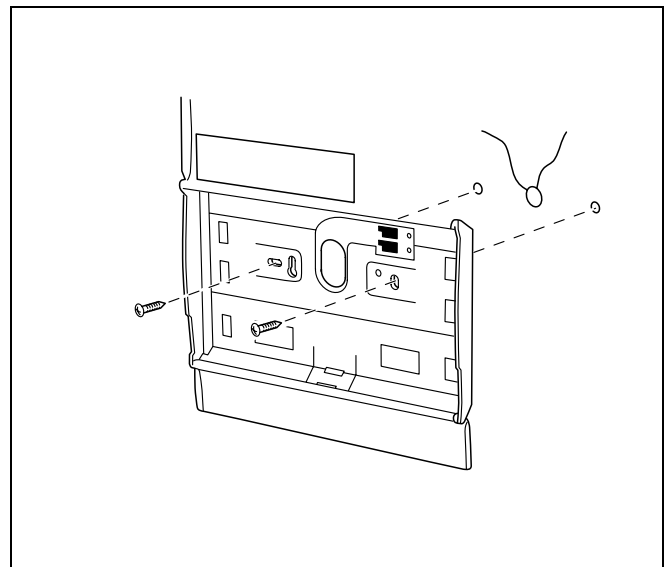

Abb. 7 Befestigung der Montageplatte auf Putz
4. Fertigen Sie die Bohrlöcher unter Verwendung der Montageplatte als Schablone und setzen Sie die mitgelieferten Dübel ein (Abb. 7).
6. Befestigen Sie die Montageplatte mit den beiliegenden Schrauben (Abb. 7).